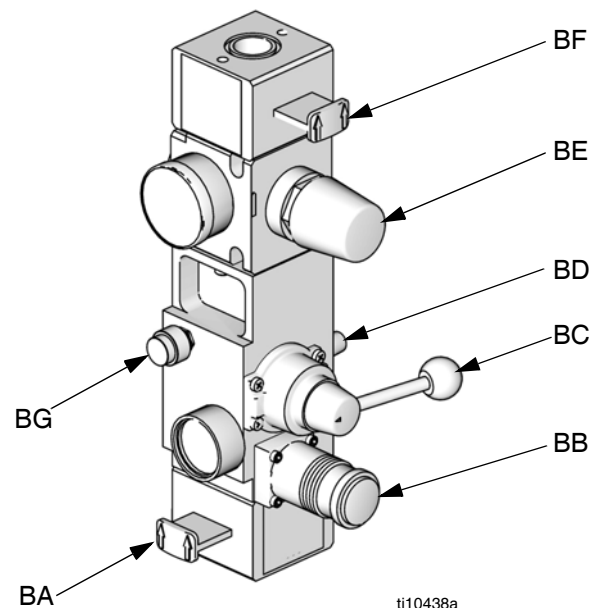

FIG. 4. Ingebouwde luchtregelaars
- J Ingebouwde luchtregelaars (zie FIG. 4)
- Ingebouwde luchtregelaars (J). Zie FIG. 4.
- Elektromagnetische klep luchtgedreven motor (AD). De elektromagnetische klep is geactiveerd als de ram geactiveerd is en in Bedrijfsmodus, Recirculatie of Vullen staat ingesteld. De elektromagnetische klep is uitgeschakeld als het systeem is uitgezet of als de modus Drukontlasting is ingesteld, of als de ram in de modus Inactief/Gereed staat. De led van de elektromagnetische klep licht op zodra de elektromagnetische klep is geactiveerd.